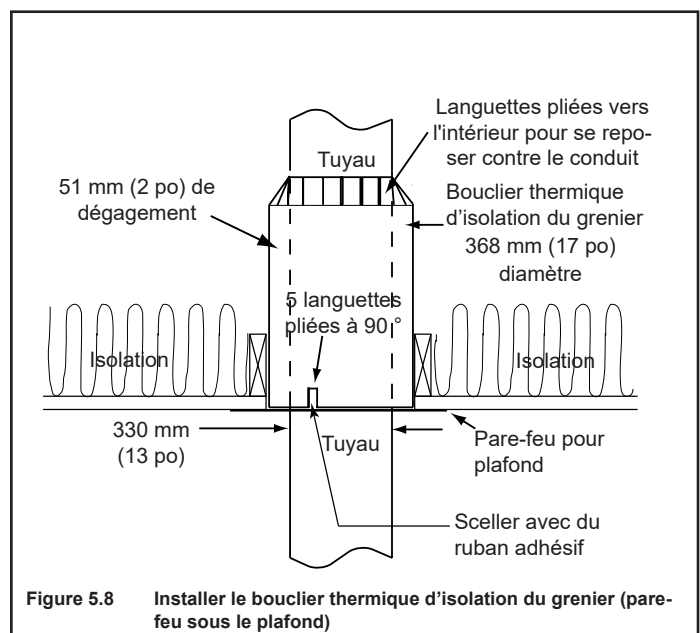

Figure 5.8 Installer le bouclier thermique d'isolation du grenier (pare-feu sous le plafond)
- Reportez-vous à la figure 5.8.